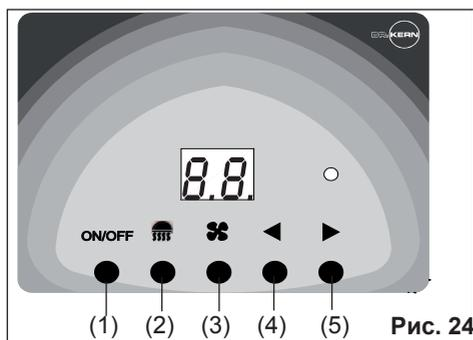

Рис. 24
Солярий включается при нажатии кнопки on/off (1) (Рис. 24) на цифровом таймере.
При помощи кнопок (4) и (5) (Рис. 24) Вы можете установить время загара (максимальное 30 минут).
(5) = больше, (4)=меньше